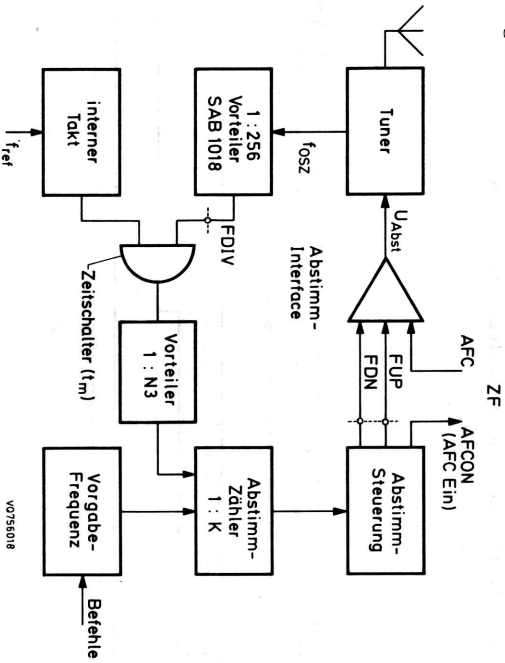

Bild 3 PLL-Abstimmprinzip
3.) Abstimmprinzip (siehe Bild 3)